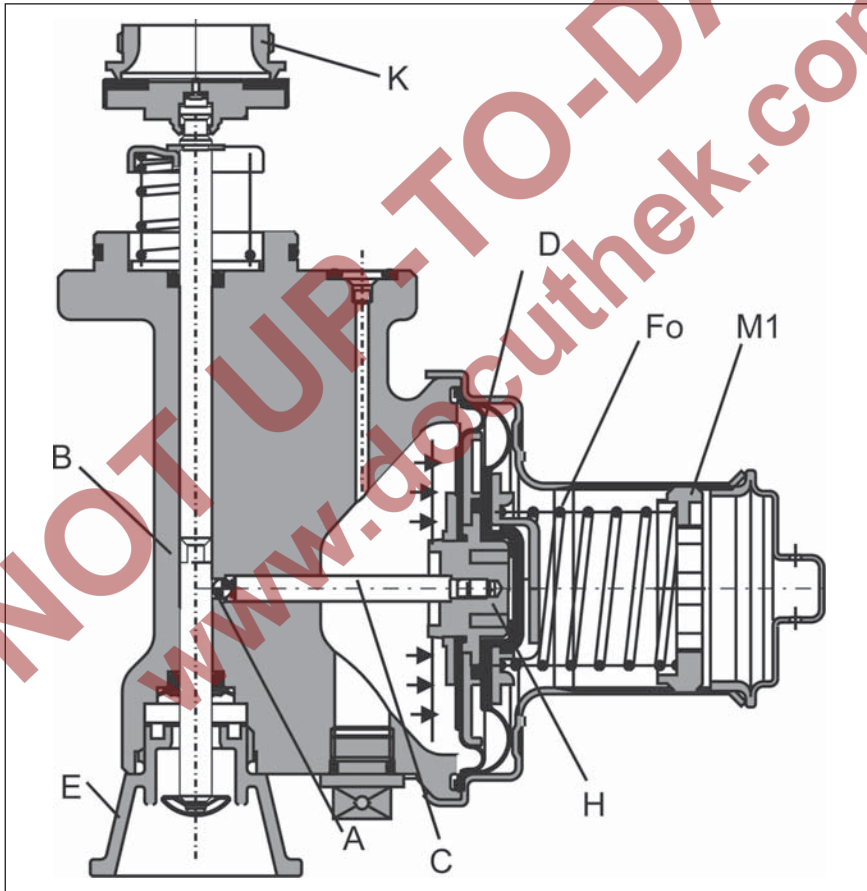

Bild 2-15, SAV - ausgelöst
Steigt der Ausgangsdruck p_d im Regelgerät und somit der Druck unterhalb der SAV-Membrane (D), so bewegt sich bei Überschreiten des durch die Einstellfeder (F_o) eingestellten Abschaltpunktes der Membranhalter (H) und der Stift (C) nach rechts, siehe Bild 2-15. Die Kugel (A) wird aus der Spindelaussparung herausgedrückt. Die vorgespannte Sperrfeder an der Ventilschindel wird freigegeben. Der Ventilteller verschließt den Eingang (K) des Gas-Druckregelgerätes.